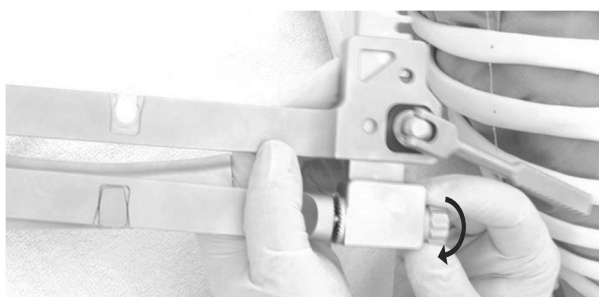

Fig. 11
2. Ruotare il braccio girevole del divaricatore allentando la vite di fissaggio fino a quando i denti non sono più ingranati tra loro. Ruotare il braccio girevole del divaricatore in senso antiorario fino all'arresto (i denti consentono anche una minore rotazione). Serrare manualmente la vite di fissaggio (Fig. 11).